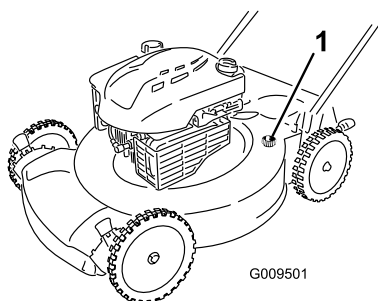

Figura 20
5. Ligue uma mangueira de jardim, ligada a uma torneira, à entrada para lavagem (Figura 20).